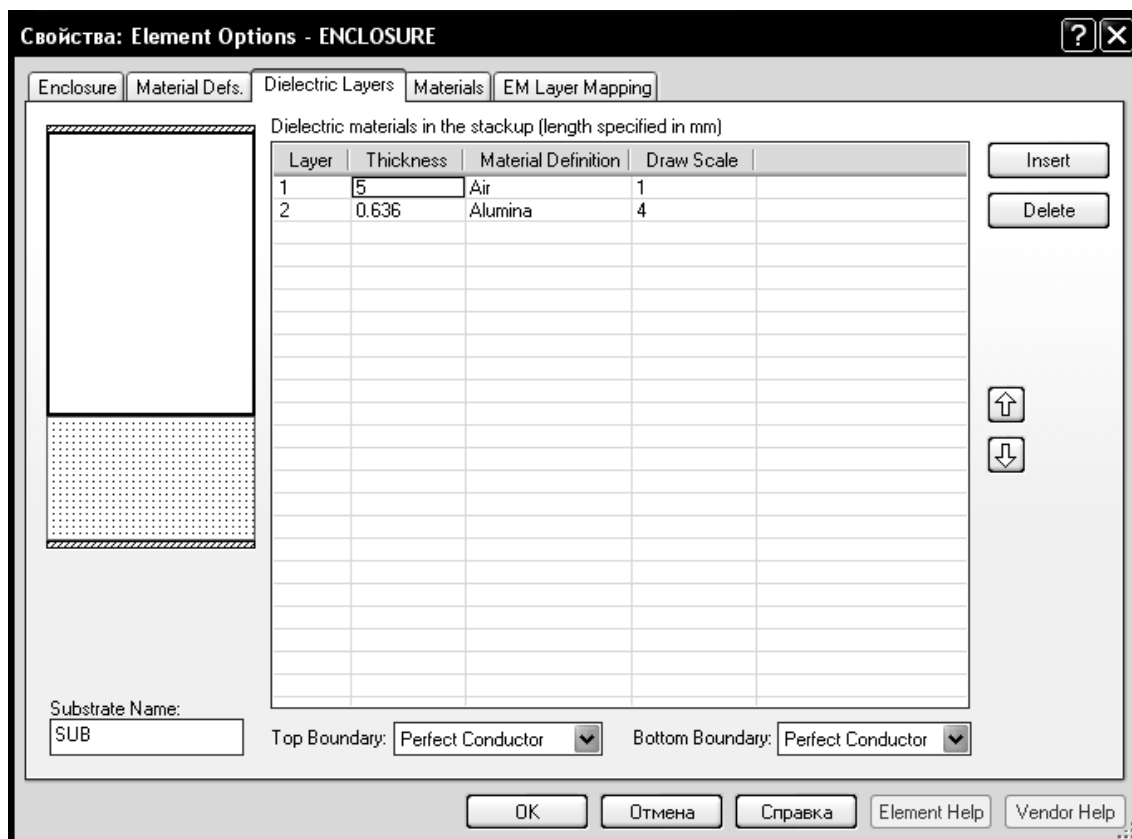

Рис. 5.6
8. На вкладке **Dielectric Layers** (Диэлектрические слои) для слоя **1** в колонке **Thickness** (Толщина) введите **5**, в колонке **Material Definition** введите **Air** (Воздух), щёлкнув левой кнопкой мышки по этому полю, в колонке **Draw Scale** (Масштаб черчения) введите **1**. Для слоя **2** в колонке **Thickness** введите **0.636**, в колонке **Material Definition** введите **Alumina**, щёлкнув левой кнопкой мышки по этому полю, в колонке **Draw Scale** (Масштаб черчения) введите **4**, чтобы удобнее было просматривать трёхмерное отображение электромагнитной структуры. Вкладка **Dielectric Layers** должна выглядеть, как показано на рис. 5.6.